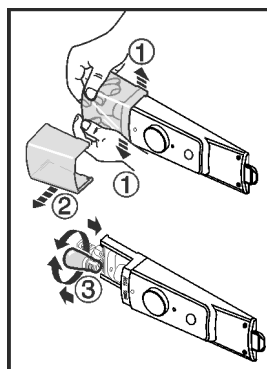

Fig. 10
- ▶ Kryt lampy podľa obrázka, vo vnútri, v prednej oblasti roztláčte Fig. 10 (1) a kryt stiahnite nabok Fig. 10 (2).
- ▶ Vymeňte žiarovku. Fig. 10 (3)